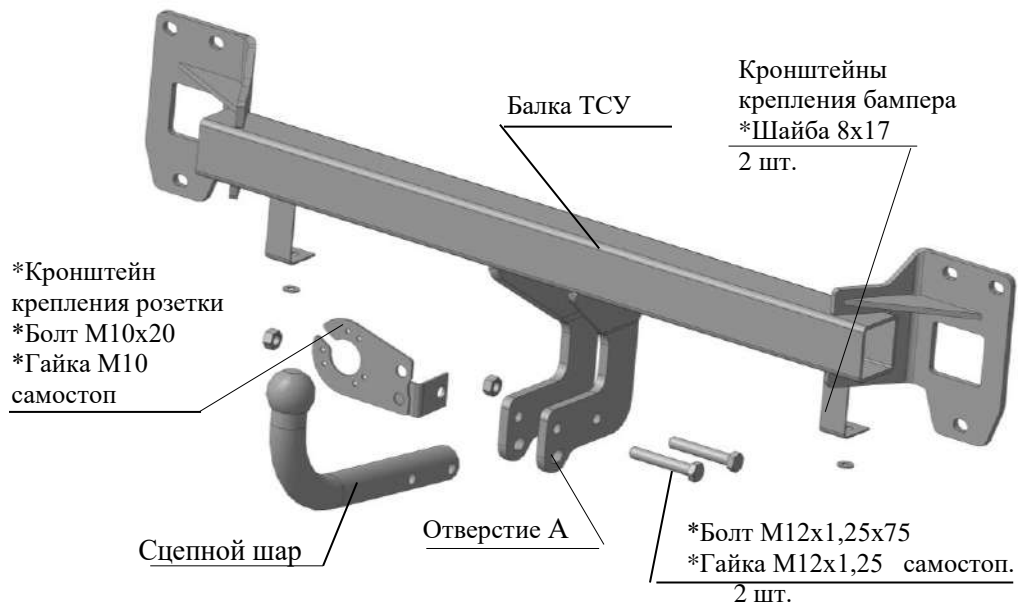

Рис.1 Тягово-цепное устройство ТСУ 8022.
2.1 ТСУ 8022 в сборе (рис.1)	1 шт.
2.2 Пакет с комплектующими (см. рис.1)+защитный колпак	1+1 шт.
- 4.7 Закрепить сцепной шар и кронштейн крепления розетки к кронштейнам шара болтами М12x1,25x75 и гайками М12x1,25 самостоп (предварительно кронштейн розетки скрепить с уголком болтом М10x20 и гайкой М10 самостоп – на рис. 1 условно не показаны)